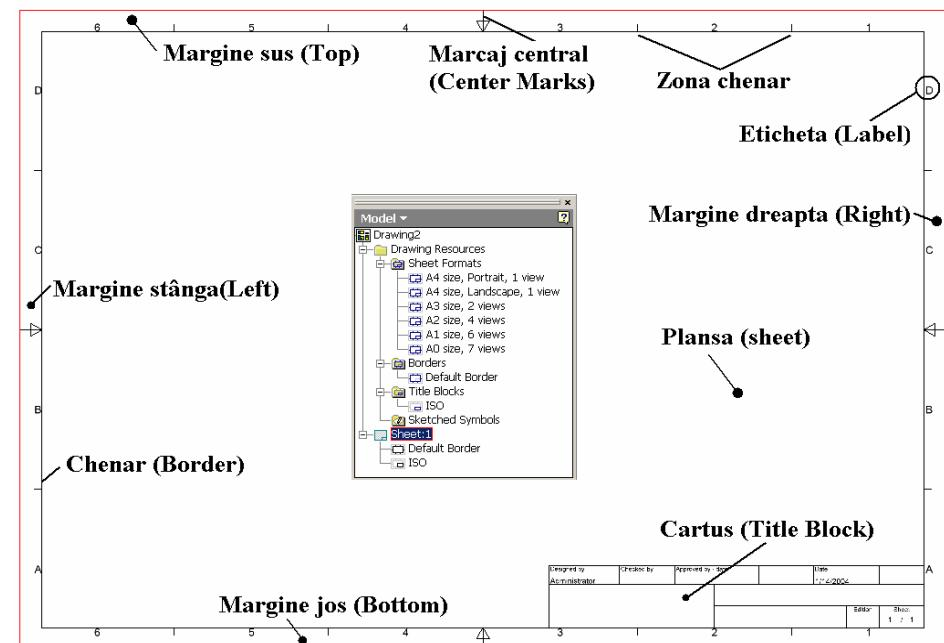

Figura 1.12.4.
- panelul Browser Bar va fi populat cu informații specifice, figura 1.12.4: intrarea Drawing Resources conține totalitatea resurselor de desenare oferite utilizatorului și căreia îi sunt subordonate patru intrări: Sheet Formats, Borders, Title Block, Sketched Symbols, intrări populate cu lista formatelor, chenarelor, cartușelor respectiv simbolurilor predefinite, care pot fi utilizate în cadrul planșelor desenului de execuție; deoarece resursele de desenare se salvează individual, pentru fiecare fișier în parte, este important ca resursele comune tuturor desenelor să fie salvate în fișiere prototip, pentru a fi disponibile viitoarelor desene de execuție;
figura 1.12.4. Dacă se dorește, chenarul și cartușul pot fi sterse, prin selecția numelui corespunzător în panelul Browser Bar și selecția opțiunii Delete, din meniul contextual afișat pe buton dreapta mouse, după care planșa poate fi utilizată ca gazdă a resurselor de desenare, urmat de salvarea ca fișier prototip.
Caracteristicile unei planșe sunt exemplificate în figura 1.12.4. Dacă planșa inițială creată de Autodesk Inventor corespunde necesităților se va continua generarea desenului de execuție prin plasarea vederilor, dimensionare, etc. în planșă curentă. Ca alternativă, se pot defini planșe noi, cu conținuturi diferite și cu caracteristici de formatare diferite, care pot fi salvate ca prototip, utilizabil la generarea viitoarelor desene de execuție. Numărul planșelor nu este limitat, singura limitare fiind existența a cel puțin unei planșe în fișierul desen.